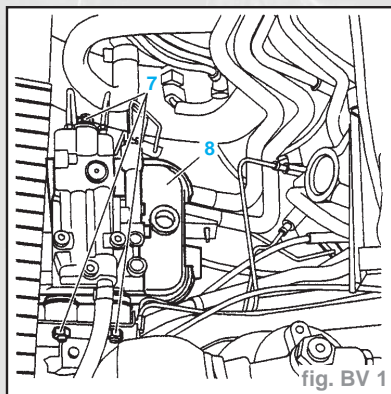

fig. BV 1
- Déposer les écrous (7) (fig. BV. 1).
- Déposer le support tôle (8).